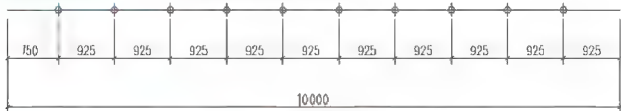

图 4.127 插入点
绘制图 4.127 所示图形，练习点样式设定及【定距插点】命令。
- (1) 执行【格式】|【点样式】命令，按图 4.127 所示选择点样式，并将点大小设定为 100 绝对单位。
- (2) 绘制长度为 10000mm 的直线。
- (3) 用【定距插点】命令插入点。